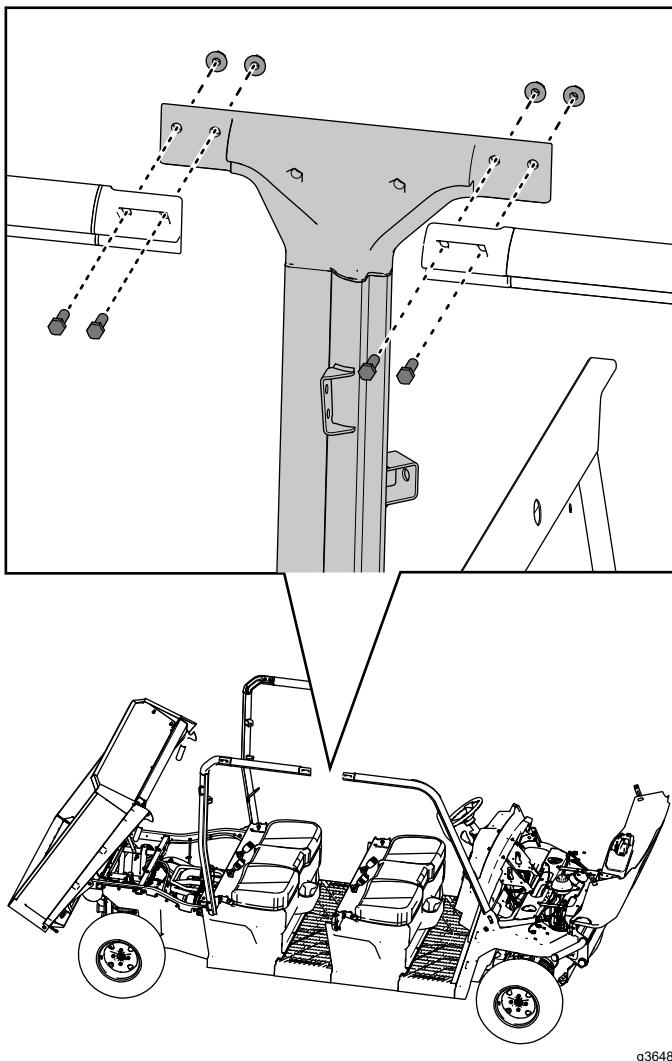

Figure 40
12. Fixez légèrement le haut de la barre centrale droite de l'arceau de sécurité aux barres avant et arrière droites à l'aide de 4 boulons à tête hexagonale ($\frac{3}{8}$ " x $1\frac{1}{4}$ ") et de 4 contre-écrous ($\frac{3}{8}"), comme montré à la Figure 40.$